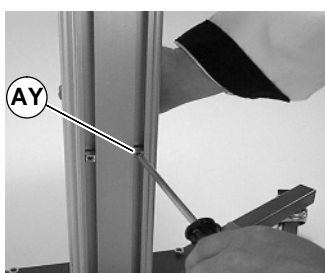

Figure 35
2. Feder-T-Nutensteine (AY) in den Einzelständer (Abbildung 35) einführen.